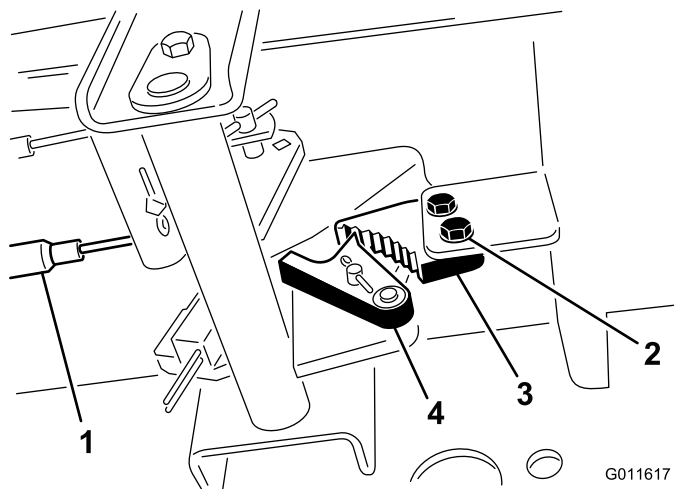

图73
1. 松开将驻车刹车闸固定到机架的 2 个螺钉（图73）。
2. 向前踩驻车刹车踏板，直到刹车卡槽完全接合刹车闸（图73）。